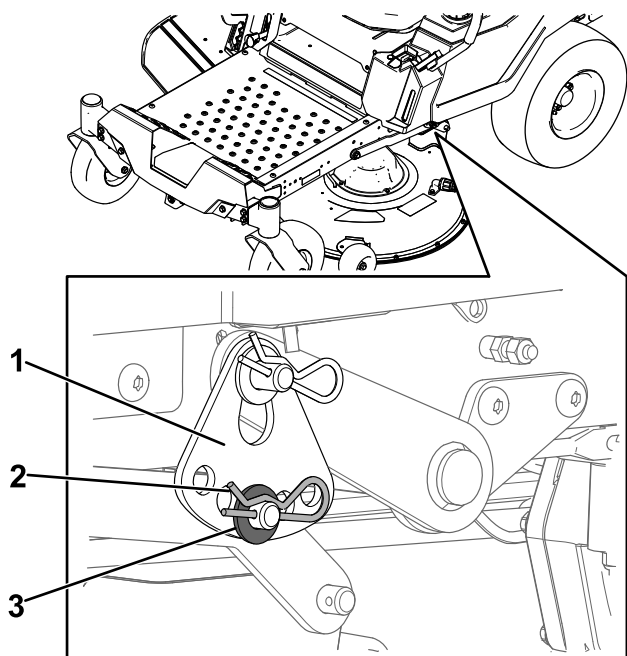

Figure 68
6. Retirez la goupille fendue et la rondelle de l'axe inférieur du bras de levage (Figure 68).